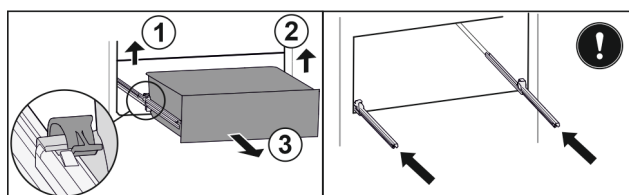

Fig. 231
- Linke Klemme anheben und gleichzeitig Schubfach links nach vorne ziehen. Fig. 231 (1)
- Rechte Klemme anheben und gleichzeitig Schubfach rechts nach vorne ziehen. Fig. 231 (2)
- Schubfach nach vorne entnehmen. Fig. 231 (3)